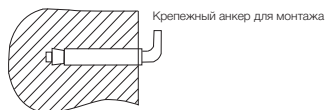

Рис. 3
2. После выбора места монтажа определите места под два крепежных болта с крючками (в зависимости от спецификации выбранного изделия). Прodelайте в стене два отверстия необходимой глубины с помощью сверла размером, соответствующим размеру крепежных болтов, вставьте винты, поверните крюк вверх, плотно затяните гайки, а затем установите на него электрический водонагреватель (см. рис. 3).